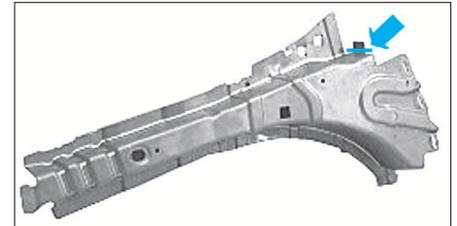

FIG. 8
- Découper la languette (Fig.8) de tôle jusqu'à laisser une bride résiduelle de 5 mm environ.